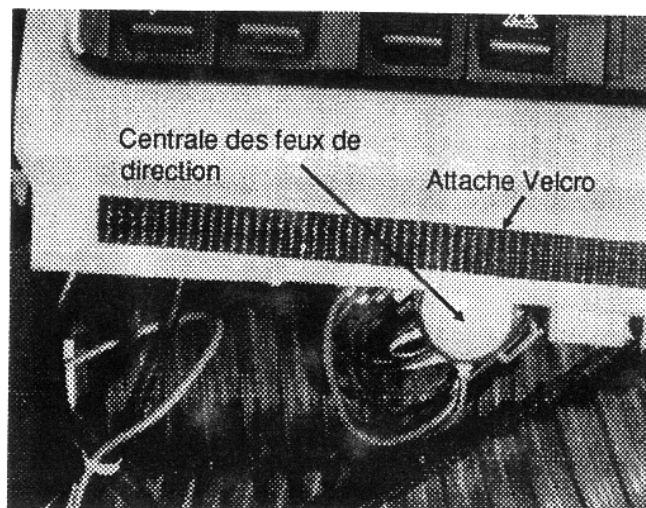

Figure 8
18. Enlever la moulure située à la droite de la colonne de direction et fixée à l'aide d'un attache Velcro (voir figure 8).